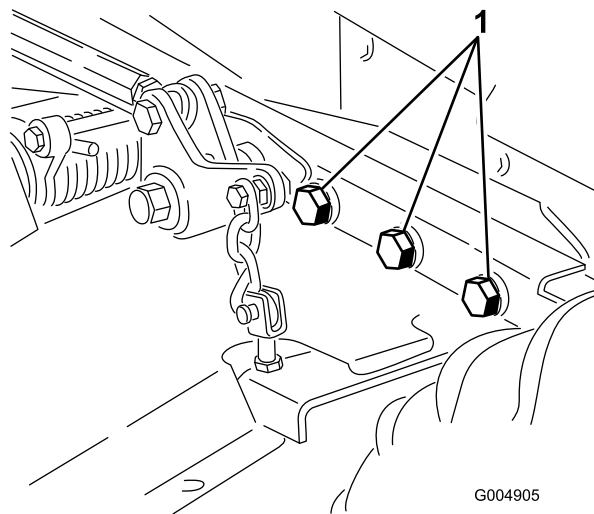

Bild 79
4. Prüfen Sie auf lockere Befestigungsteile und ziehen diese bei Bedarf fest. Ziehen Sie besonders die 6 Schrauben auf 359 Nm an, mit denen der Mähwerkrahmen an der Zugmaschine befestigt ist (Bild 79).